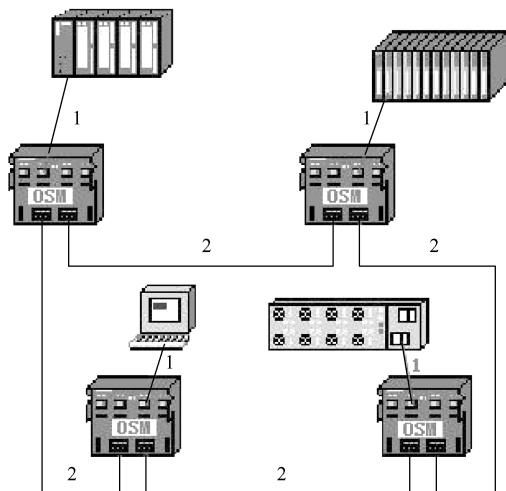

图 8-161 环形拓扑应用
3) 环形。如图 8-161 所示。西门子的网络中，用 OLM（Optical Link Module）模块将网络首位相连，形成环网，也可用 OSM（Optical Switch Module）交换机组成环网。与总线型相比冗余环网增加了交换数据的可靠性。如图 8-161 所示，4 台交换机组成环网，交换机